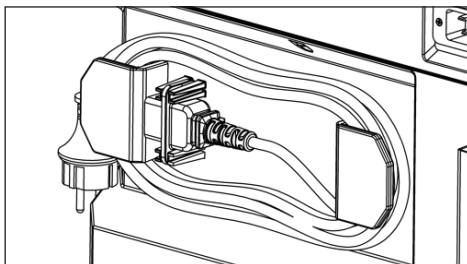

Fig. 6: Posizione di stoccaggio del cavo
- ▶ Riporre il cavo nella posizione di stoccaggio (Fig. 6). Fissare la spina con il fermacavo in dotazione.